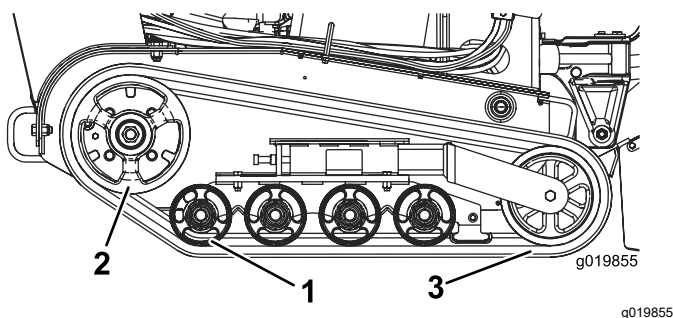

Bild 45
Wichtig: Reinigen Sie die Straßenräder und das Antriebsrad gründlich (Bild 45). Die Straßenräder sollten sich in sauberem Zustand ungehindert drehen.
8. Legen Sie die neue Kette, beginnend beim Antriebsrad, um das Rad und stellen Sie sicher, dass die Stollen an der Kette zwischen die Distanzstücke am Kettenrad passen (Bild 45).
9. Drücken Sie die Kette unter und zwischen das hintere und mittlere Straßenrad (Bild 45).